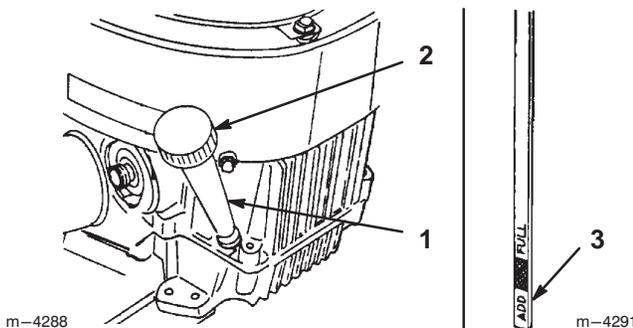

Figure 15
2. Nettoyez la surface autour de la jauge d'huile (Fig. 15) pour éviter que des impuretés s'introduisent dans le goulot de remplissage, ce qui risquerait d'endommager le moteur.
3. Dévissez la jauge d'huile et essuyez soigneusement l'extrémité métallique (Fig. 15).
4. Remettez la jauge complètement dans le tube de remplissage sans la visser (Fig. 15). Sortez de nouveau la jauge et examinez l'extrémité métallique. Si le niveau est bas, versez lentement une quantité d'huile suffisante dans le goulot de remplissage pour amener le niveau au repère du plein (FULL) sur la jauge.
5. Nettoyez la surface autour du bouchon de jauge d'huile et dévissez le bouchon (Fig. 15).
6. Versez lentement environ 80% de la quantité d'huile spécifiée à la page 21 dans le goulot de remplissage (Fig. 15). Vérifiez le niveau d'huile (voir Contrôle du niveau d'huile, page 21). Versez avec précaution suffisamment d'huile pour que le niveau atteigne le repère maximum (FULL) sur la jauge.